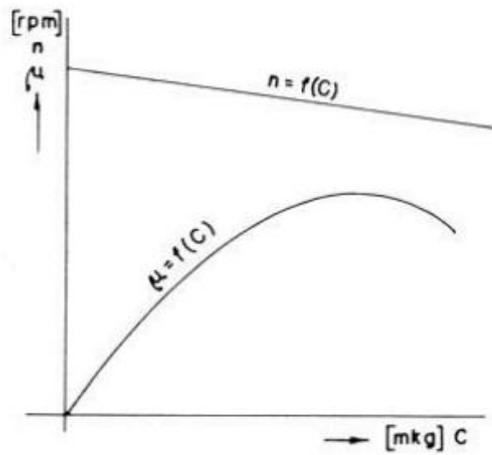

Fig. 14
- i) Traçar os gráficos das figs 14 e 15, utilizando os valores da fig 17.